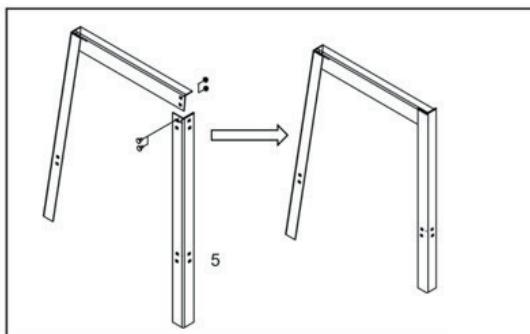

Рис. 7.
2. Соедините другую ножку (№5) с другим концом верхней длинной планки (№1) на шаге 1 (рис. 7).
Удалите все инструменты со станка и подключите его к источнику питания. Нажмите кнопку «СТАРТ» (рис. 7) и дайте шлифовальному станку набрать полную скорость. Убедитесь, что лента движется правильно, в противном случае нажмите кнопку «СТОП», отключите станок от источника питания и повторите настройку еще раз. Если все в порядке, шлифовальный станок готов к работе.